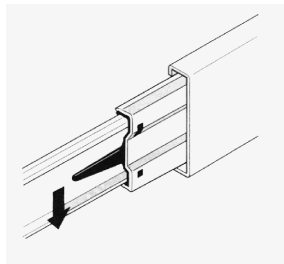
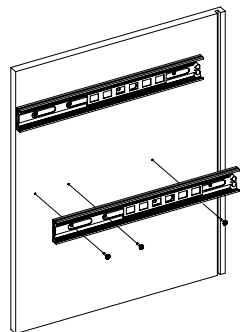

Рис.1
Рис.2
- Отсоедините от основания телескопических направляющих внутренние планки, отогнув пластиковый рычажок фиксатора (Рис.1). Основания телескопических направляющих закрепите на деталях 3, 4 винтами М5х8 (Рис. 2). !!! Приложите телескопическую часть отверстия к отверстиям на боковинах 3, 4, чтобы они были отцентрованы относительно друг друга. Вкрутите винты М5х8 с помощью шуруповёрта, приложив немного усилий. **Внимание:** винт М5х8 должен заходить с натягом для максимально плотной фиксации телескопических направляющих.